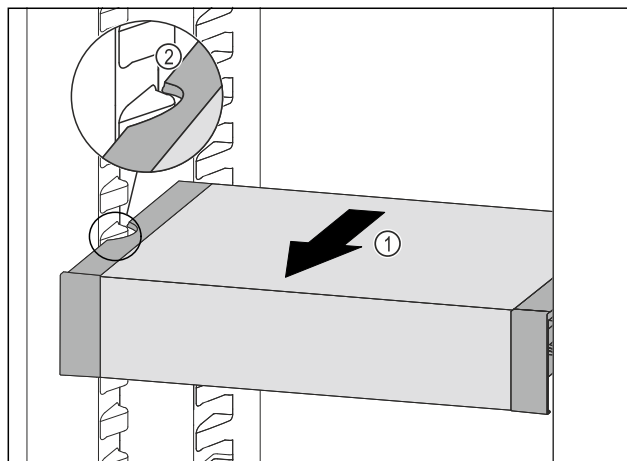

Fig. 103
- Ladicu VarioSafe vucite prema naprijed Fig. 103 (1) sve dok se bočni otvori ladice VarioSafe ne nađu na visini žlijeba spremnika u hladnjaku. Fig. 103 (2)